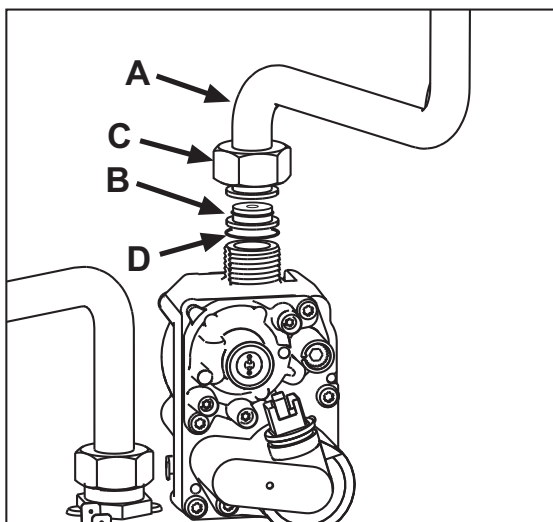

fig. 22
4. Dévisser le papillon C et dégager le tuyau du gaz A de la soupape gaz (voir fig. 22).
5. Remplacer la buse B présente dans le tuyau par celle contenue dans le kit de transformation après avoir intercalé le joint D (voir fig. 22).